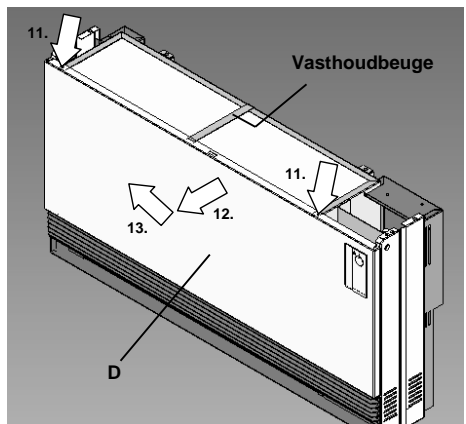

Fig.10 Voorwand verwijderen
Vasthoudbegel verwijderen (fig. 10):
- Voorwand verwijderen (fig. 10):
43. Bovenste linker- en rechterschroef van de voorwand (D) verwijderen.
Vasthoudbeugel weer anbrengen (fig. 10):